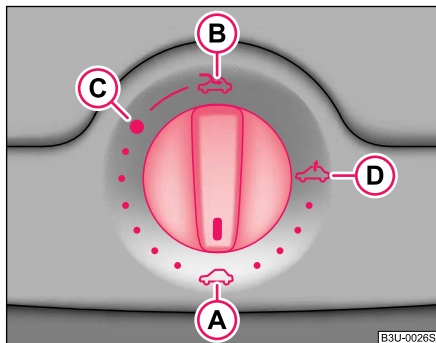

Abb. 28 Drehschalter für das elektrische Schiebe-/Ausstelldach
Das Schiebe-/Ausstelldach wird mit dem Drehschalter ⇒ Abb. 28 bedient und funktioniert nur bei eingeschalteter Zündung. Der Drehschalter hat mehrere Raststellungen.
– Drehen Sie den Schalter in Stellung **C** ⇒ Abb. 28.
- Drehen Sie den Schalter in Stellung **(A)** ⇒ Seite 50, Abb. 28.
Das Schiebe-/Ausstelldach ist mit einem Überlastungsschutz ausgestattet. Das Schiebe-/Ausstelldach stoppt und kehrt einige Zentimeter zurück, wenn es sich durch ein Hindernis (z. B. Eis) nicht schließen lässt. Das Schiebe-/Ausstelldach können Sie ohne Überlastungsschutz ganz schließen, wenn Sie den Schalter in Stellung **(A)** ⇒ Seite 50, Abb. 28 vorn solange drücken, bis das Schiebe-/Ausstelldach vollständig geschlossen ist ⇒ **(A)**.
Wurde das Schiebe-/Ausstelldach notgeschlossen, drücken Sie in der Schalterstellung **(A)** ⇒ Seite 50, Abb. 28 bei eingeschalteter Zündung den Drehschalter vorn auf den Rand des Griffes mehr als ca. 3 Sekunden. Das Schiebe-/Ausstelldach wird dann richtig geschlossen. ■